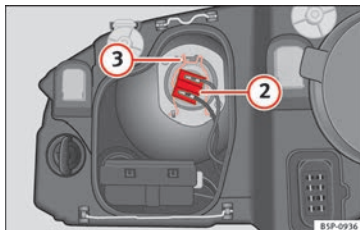

Fig. 179 Médios.
- Retirar o conector » Fig. 179 ② da lâmpada.
- Desengate a mola de fixação » Fig. 179 ③ pressionando-a para dentro e para a direita